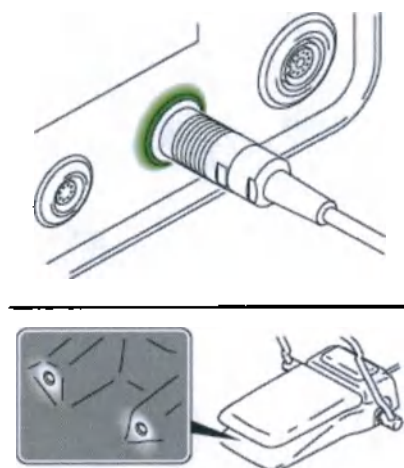

Рисунок 76 — Успешное подключение беспроводной педали
4. Убедитесь, что индикатор порта педали зеленого цвета, и лампочки индикатора педали горят (рисунок 76). Если беспроводная педаль не подключается, см. *раздел 6.1.5 «Сопряжение беспроводной педали»*.